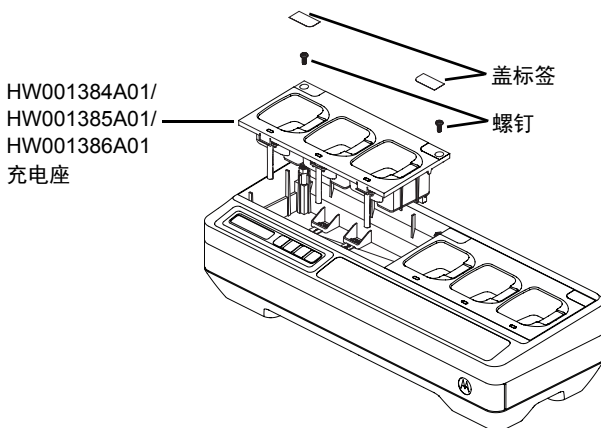
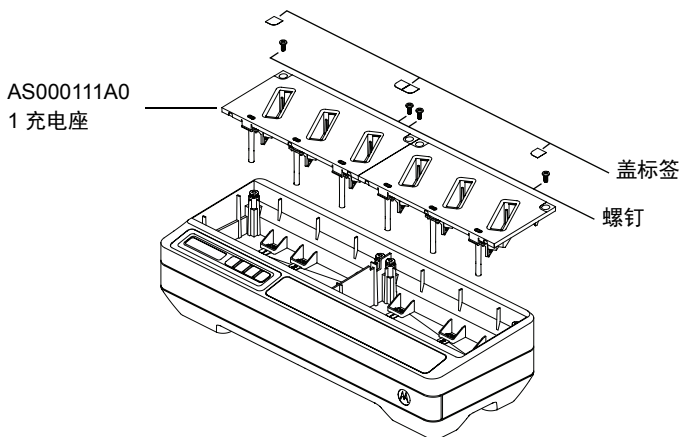

图 24：安装和取出 HW001384A01/HW001385A01/HW001386A01 充电座
图 25：安装和取出 AS000111A01 充电座
4. 在接头上向上拉，卸下充电座线束（请参阅图 24 和图 25）。